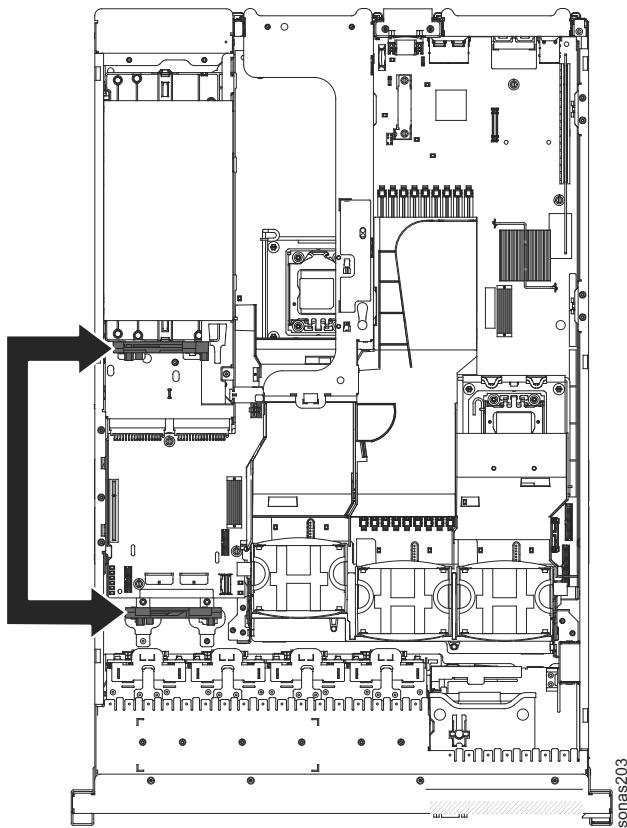

図 23. 16 ドライブ対応サーバー・モデルのコントローラー保持ブラケット
- ServeRAID-BR10il v2 SAS/SATA コントローラーを ServeRAID-M5015/M5014 SAS/SATA コントローラーに取り替える場合、新しい SAS コントローラーに適合するように、コントローラー保持ブラケットを交換する必要があります。図 23 を参照。